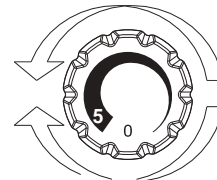

Fig. 2
• Le réglage de la température des deux compartiments est effectué en tournant le bouton du thermostat (Fig. 2).